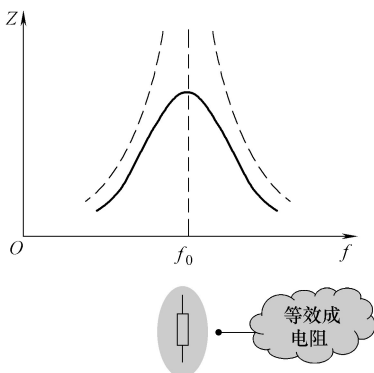

图 9-83 输入信号频率等于谐振频率时阻抗特性曲线
1) 输入信号  $I_s$  频率等于谐振频率  $f_0$  情况分析。当输入信号  $I_s$  的频率等于该电路的谐振频率  $f_0$  时,  $LC$  并联电路发生谐振, 此时谐振电路的阻抗达到最大, 并且为纯阻性, 即相当于一个阻值很大的纯电阻, 如图 9-83 所示, 其值为  $Q^2 R_1$  ( $Q$  为品质因数, 是表征振荡质量的一个参数)。